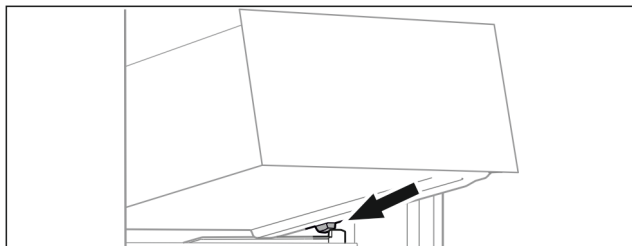

Fig. 90
- Nasad'te zásuvku šikmo za zářezky na žebrování na nádoby. (viz Fig. 90)